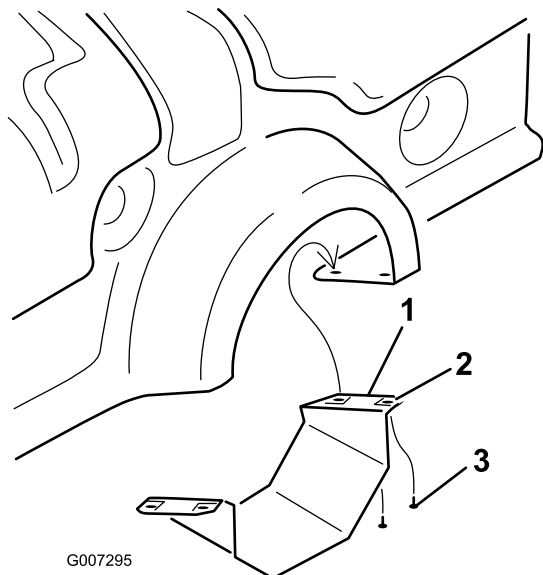

Bild 10
1. Nur ProCore 864: Nehmen Sie die untere Abdeckung der Zapfwelle ab (**Bild 10**).